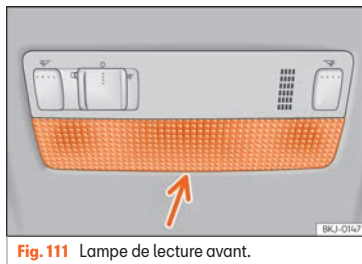

Fig. 111 Lampe de lecture avant.
- Introduisez la partie plate d'un tournevis fin entre la carcasse et le verre »» fig. 111.